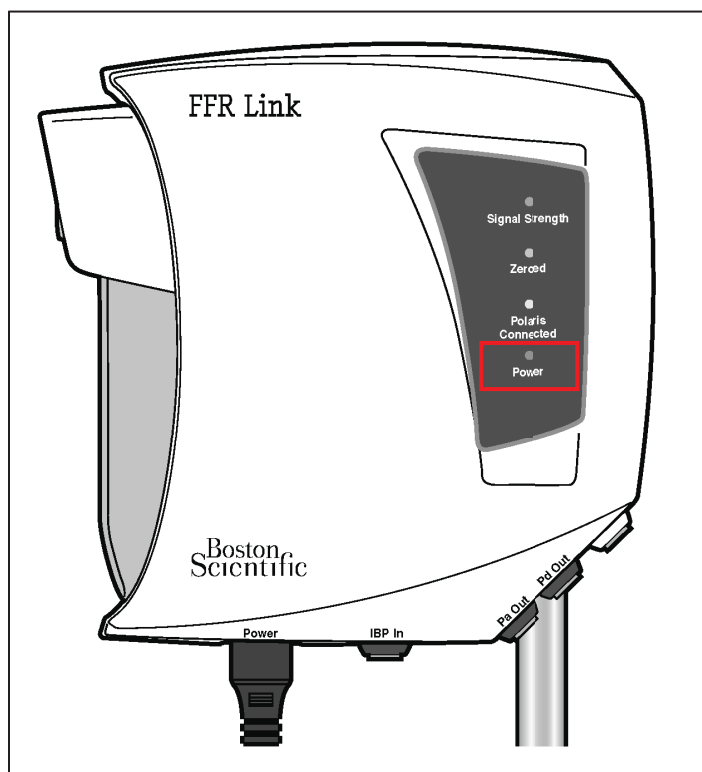

Figure 22. Vérifier que la DEL Power (Alimentation) clignote en rouge brièvement puis s'allume en vert non clignotant.
2. Vérifier que la DEL **Power** (Alimentation) clignote en rouge brièvement puis s'allume en vert non clignotant lorsque le FFR Link est prêt à fonctionner. Voir la figure 22.